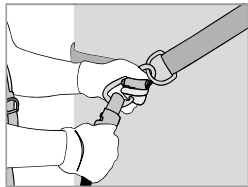
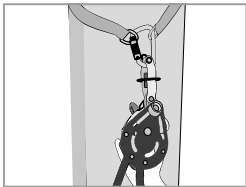

Fig 1
Fig 2
Først kobler du til koblingsstykket på svivelkroken til et av forankringspunktene (Fig. 1), og deretter koblingsstykket på spenningsmerket til det andre forankringspunktet (Fig. 2). Sjekk at begge koblingsstykkene er forsvarlig lukket OG at de er gått i lås. Åpne kammspaken (4) og hold den åpen ved å stramme til låseknappen litt (3). Sjekk at de 2 dekslene på strammeren (5 og 6) er